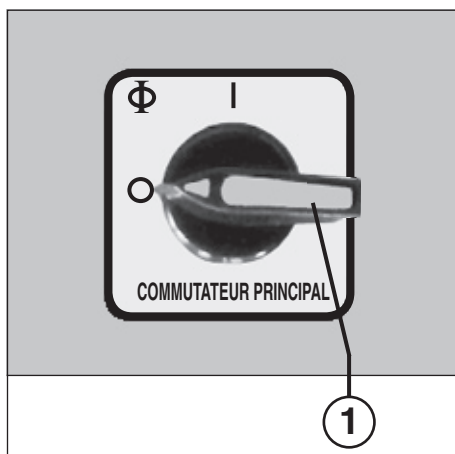

fig. 1
ÉLÉMENTS DE COMMANDE (Fig. 1, 2 et 4):
- 1 = **Commutateur principal (arrêt d'urgence) (fig. 1)**